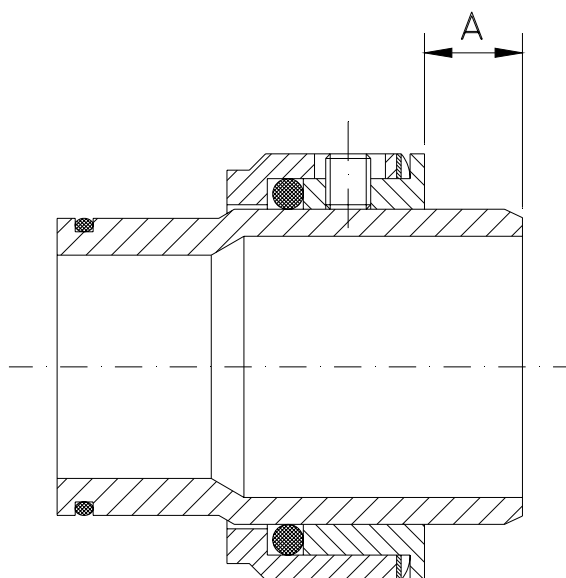

Figura 8.2
- Al desmontar la tapa cierre -cartridge- (09), según el apartado anterior, la parte fija del cierre (08A) sale del cuerpo. Esta cara se ha asegurado para que no gire simultáneamente con el eje. Comprobar que no estén dañadas la cara de roce y las juntas tóricas. La parte giratoria del cierre (08) queda colocada en la camisa eje.
- Si se aflojan los tornillos del anillo de ajuste del cierre mecánico, hay que reajustarlo en el sitio apropiado durante el montaje; ver figura 8.2. y la tabla 8.2. Luego, pueden igualmente ponerse la cara giratoria con la junta tórica y el muelle en la camisa eje.